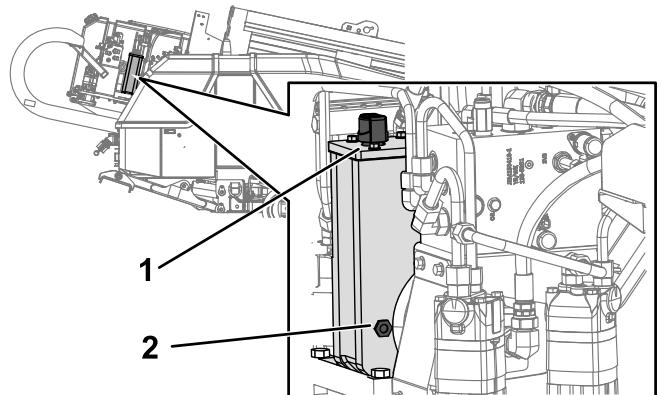

Рисунок 100
- Проверьте уровень масла по смотровому стеклу на редукторном приводе (Рисунок 100).
- Снимите крышку сапуна и долейте масло в редукторный привод так, чтобы уровень масла доходил как минимум до середины смотрового стекла (Рисунок 100).
6. Залейте масло в редуктор так, чтобы его уровень поднялся выше середины смотрового стекла (Рисунок 100).